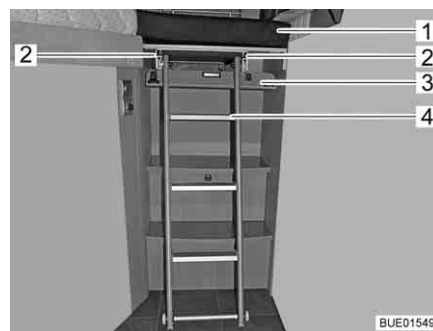

Fig. 138 Allargamento letto con scaletta di accesso
- Spingere verso il basso il diaframma (Fig. 138,3). Il diaframma è tenuto fermo da fermi magnetici.
- Disincastrare la scaletta di accesso (Fig. 138,4) e sfilare un pezzo dalle guide (Fig. 138,2).
- Posizionare il cuscino aggiuntivo (Fig. 138,1) sull'allargamento letto.